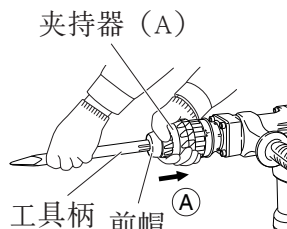

图 1
#### (2) 如图 1 所示，向 ① 方向拉夹持器 (A)，并将工具插入前帽的孔内。
如图 1 所示，拉夹持器 (A) 并拉出工具。